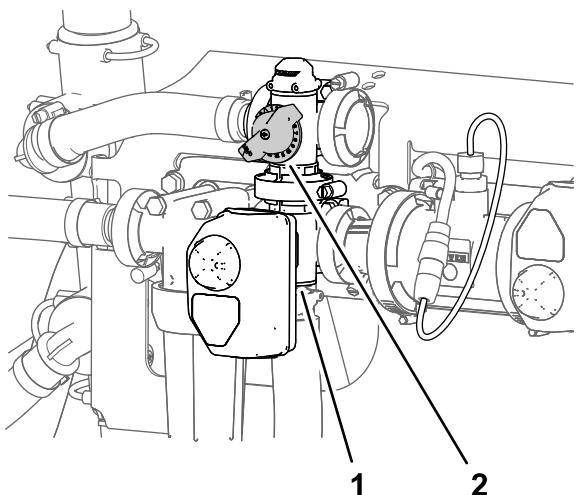

図 34
- 攪拌バルブの背面についている攪拌バイパスバルブ 図 34を使って、水圧計の読みシステム水圧が $6.89 \text{ bar} = 7 \text{ kg/cm}^2 = 100 \text{ psi}$ になるように調整する。